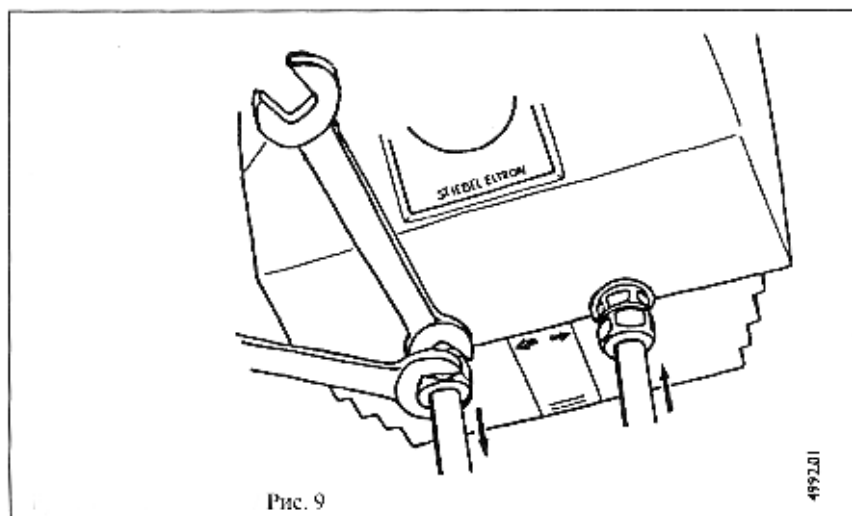

Рис. 9
- вертикально, штуцерами вниз (рис. 9);